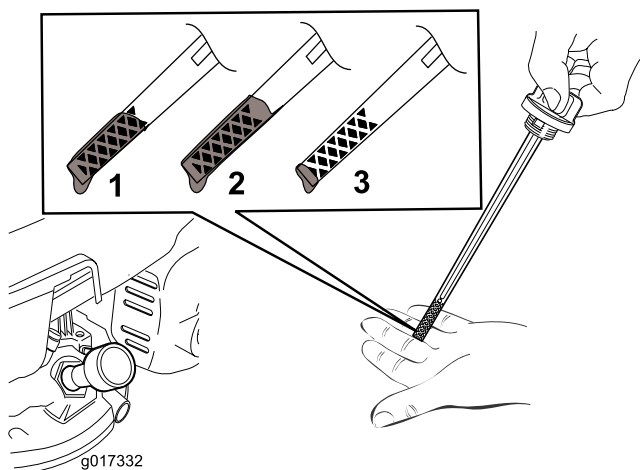
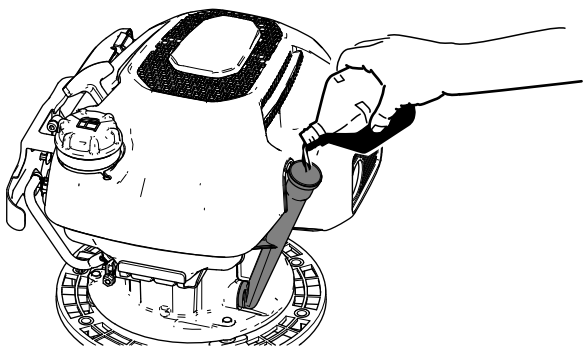

Figura 34
Figura 35
5. Dacă nivelul uleiului este aproape sau sub marcajul limitei inferioare de pe joja (Figura 34), turnați încet uleiul de motor specificat în gâtul de umplere (Figura 35) și așteptați 3 minute.
5. Aezați pe sol, sub punte, o tavă de scurgere pe partea gâtului de umplere cu ulei al mainii (Figura 35).
1. Turnai încet uleiul de motor specificat în gâtul de umplere cu ulei (Figura 35) i așteptai 3 minute.